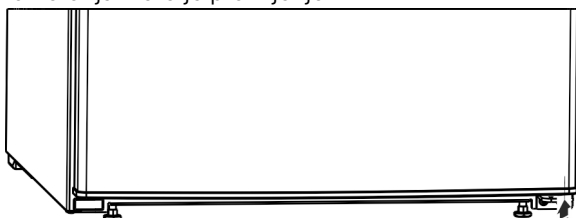

Fig. 27*
- ▶ Razmačnik Fig. 27 (13) ponovno umetnite desno dolje u vrata jer je on važan za stabilnost uređaja.*